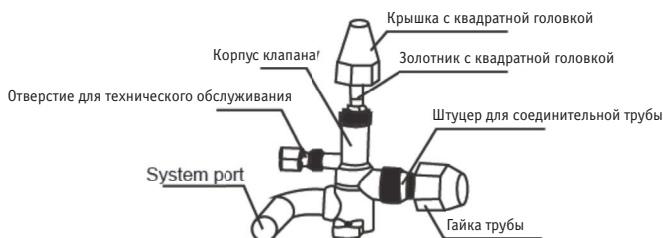

Рис. 2-13
- После завершения монтажа и перед тестовым запуском откройте все вентили. Каждый блок оснащен двумя вентилями различного размера, расположенными на стороне наружного блока. Один из этих вентилялей — это вентиль газа, а второй — вентиль жидкости. Порядок открытия и закрытия вентилялей показан на рисунке справа (рис. 2-13).